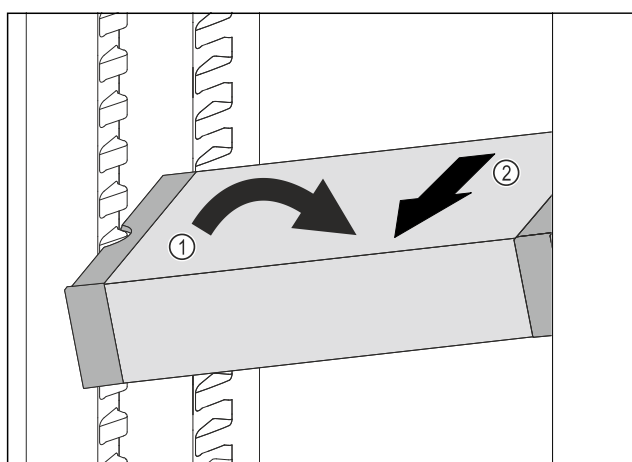

Fig. 89
- ▶ Stil VarioSafe på skrå ind i kølesektionen. Fig. 89 (1)
- ▶ Tag VarioSafe ud fremefter. Fig. 89 (2)